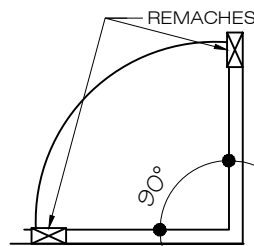

FIG.2
3. Asegúrese de que haya suficiente apoyo estructural detrás de la pared de la ducha como para soportar el peso de la puerta. De no ser así, antes de instalar la pared de su ducha, necesitará reforzar las paredes con remaches de madera. [CONSULTE LA FIG. 2].